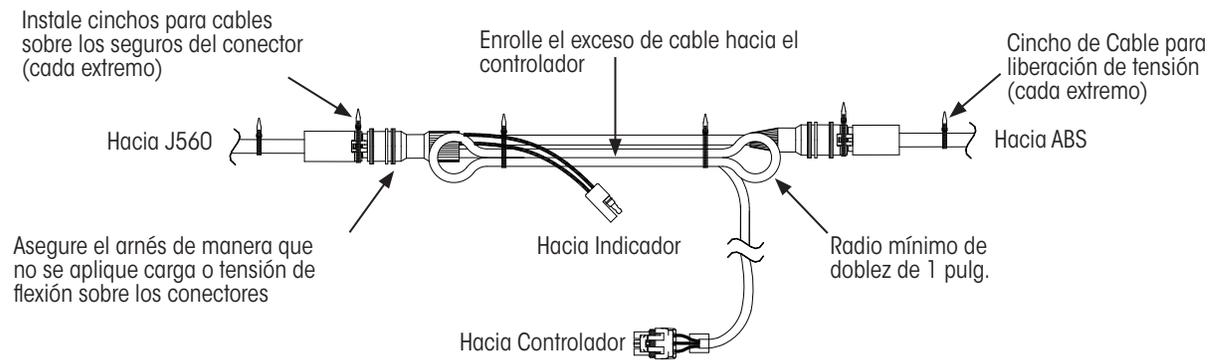

Figura 1: *Sujeciones del arnés*
NO doble el cable cerca de los conectores, Figura 1. Esto ejerce presión sobre los conectores y puede resultar en la pérdida de conexión y/o falla del arnés.
3. Soporte el arnés cerca de los conectores, Figura 1, de modo que los conectores no soporten el peso del cable. Asegúrese de que las conexiones sean seguras y no puedan moverse durante la operación del vehículo.
4. Enrolle el exceso de cable como se muestra en la Figura 1.